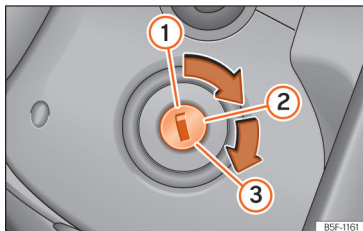

Abb. 83 Zündschloss
- Drehen Sie den Zündschlüssel in Stellung >>> (Abb. 83) ②.
- Drehen Sie den Zündschlüssel weiter in die Stellung >>> (Abb. 83) ③ ohne Gas zu geben.
- Wenn der Motor anspringt, Zündschlüssel loslassen. Beim Loslassen geht der Fahrzeugschlüssel in die Position ② zurück.
- Fahrzeuge mit Zündschloss: Drehen Sie den Zündschlüssel in Stellung »» (Abb. 83) ①.
- Fahrzeuge mit Starterknopf: Starterknopf kurz drücken »» (Abb. 83).